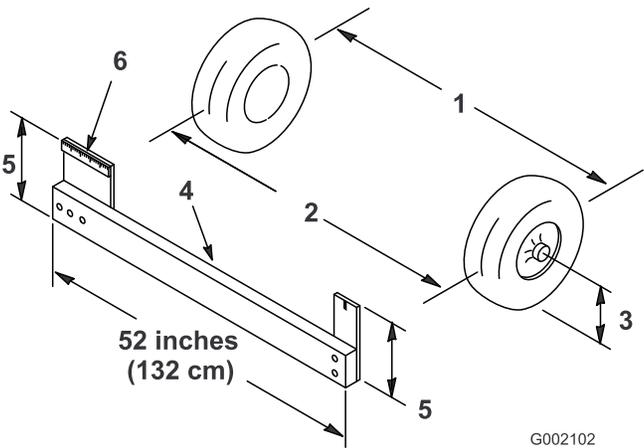

Figura 15
1. Mida la distancia entre los neumáticos delanteros a la altura del eje, en la parte delantera y trasera de las ruedas (Figura 15). Es necesario utilizar una plantilla para medir la distancia entre la parte trasera de las ruedas delanteras a la altura del eje. Utilice la misma plantilla para medir con precisión la parte delantera de las ruedas delanteras a la altura del eje (Figura 15).